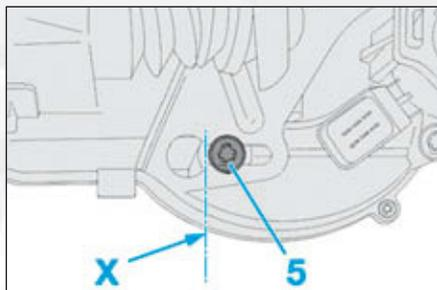

FIG.14
Après le réglage de l'actionneur d'embrayage, la tête des vis (5) ne doivent pas déborder des trous oblongs suivant l'axe (X), dans le cas contraire, effectuer un nouveau réglage (Fig.14).